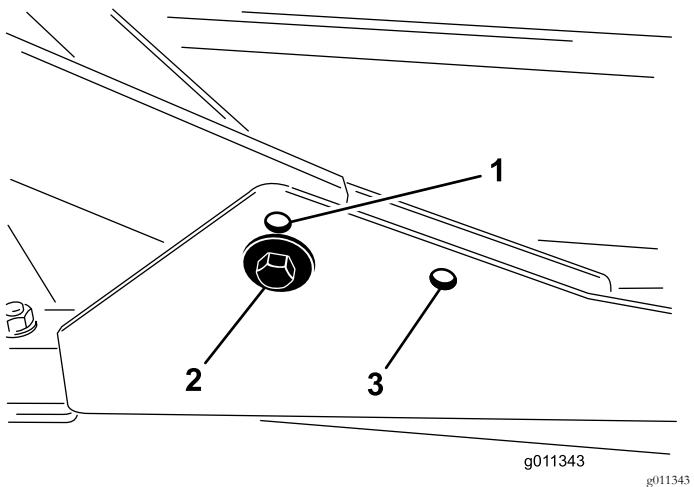

Figura 8
1. Para alturas de corte entre 2,0 a 7,6 cm, monte as estruturas de suporte frontais nos furos de montagem frontais inferiores (Figura 8).
2. Para alturas de corte entre 6,3 a 10 cm, monte as estruturas de suporte frontais nos furos de montagem frontais superiores (Figura 8).
Para todas as alturas de corte, monte a plataforma de corte traseira nos furos de montagem traseiros (Figura 8).